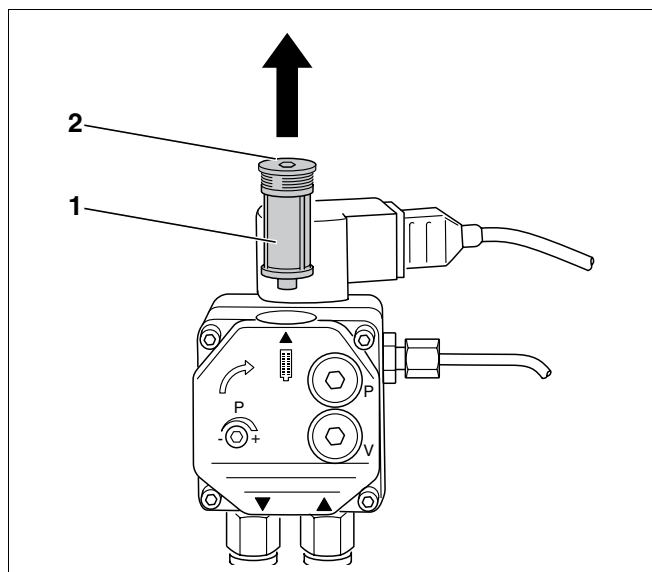

Fig. 40 Vérifier le filtre de la pompe à fioul – pompe Danfoss
- Desserrer la vis à six pans creux sur la partie supérieure (fig. 40, **pos. 2**).
- Retirer le filtre (fig. 40, **pos. 1**) vers le haut.
- Nettoyer le filtre de la pompe à fioul (fig. 40, **pos. 1**) avec de l'essence et remplacer si nécessaire, puis remettre en place sur la pompe.